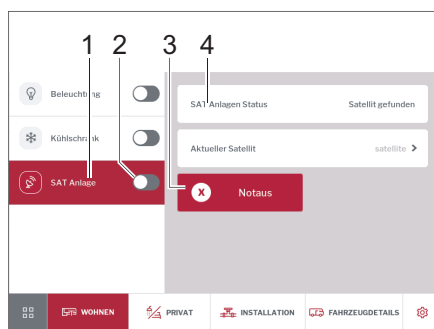

Fig. 262 Antenne parabolique
- Activer ou désactiver l'antenne parabolique à l'aide de l'interrupteur coulissant (Fig. 262,2).
- Appuyer sur la touche *Installation SAT* (Fig. 262,1). Le satellite sélectionné s'affiche (Fig. 262,4).
- Appuyer sur la touche *Arrêt d'urgence* (Fig. 262,3) lorsque l'antenne rencontre un obstacle.